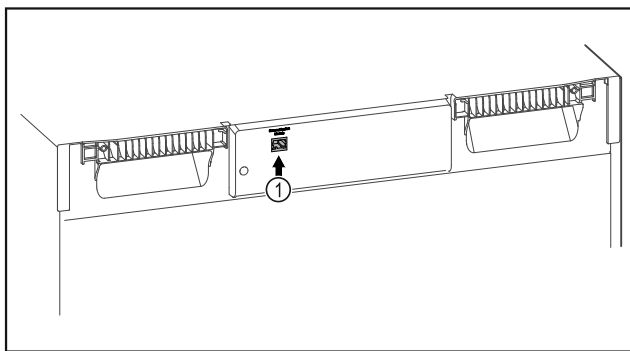

Fig. 72
- SmartModule Fig. 72 (1) je nasadený.